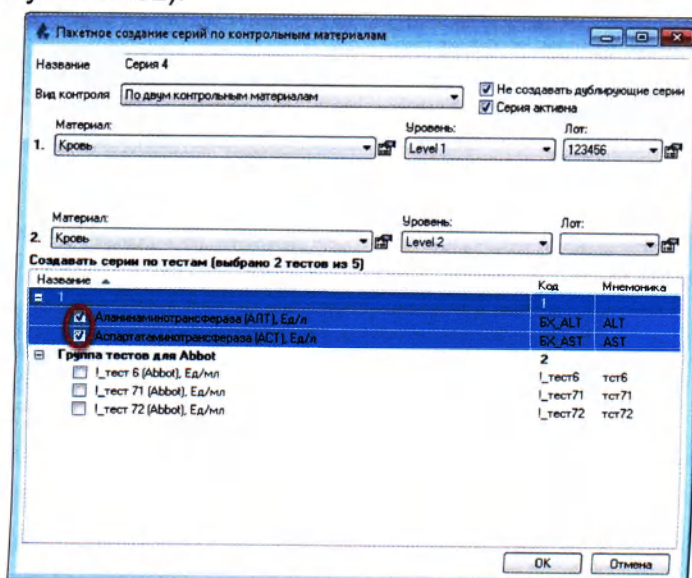

Рисунок 12.32
5. Выберите тесты, для которых необходимо создать контрольные серии – отметьте тесты галкой (Рисунок 12.32).